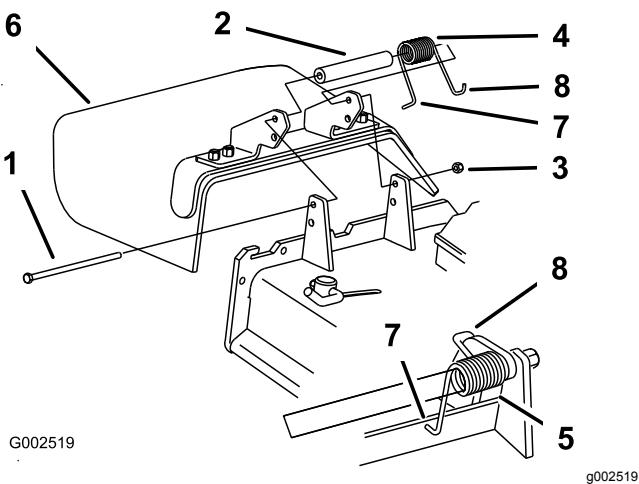

Figure 103
- Retirez le contre-écrou, le boulon, le ressort et l'entretoise qui fixent le déflecteur aux supports de pivot (Figure 103).
Remarque: Prenez soin de placer l'extrémité en **L** du ressort derrière le bord du tablier avant de mettre le boulon en place, comme montré à la Figure 103.
- Placez l'extrémité en **J** du ressort autour du déflecteur d'herbe (Figure 103).